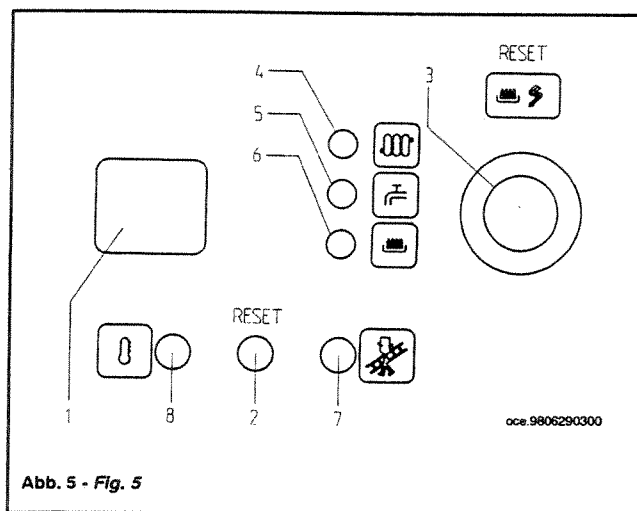

Abb. 5 - Fig. 5
- Ist der Boiler an den Heizkessel angeschlossen, leuchtet die Kontrollampe 5 (Abb. 5) auf dem Bedienfeld während der Erhitzung des im Boiler befindlichen Wassers auf.
- con unità bollitore collegata alla caldaia, la spia 5 (fig. 5) presente sul cruscotto si accende durante la messa in temperatura dell' acqua sanitaria contenuta nel bollitore.